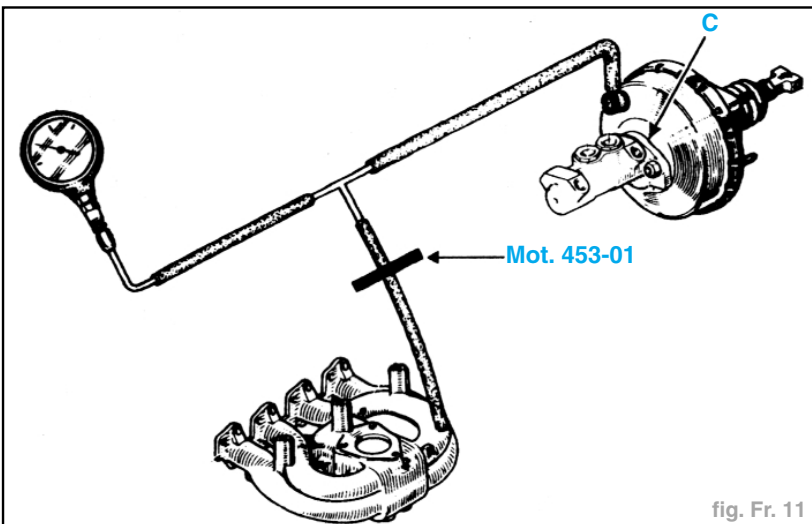

fig. Fr. 11
- Brancher la pompe à dépression entre le servofrein et la source de vide (collecteur d'admission) avec un raccord en "T" et un tuyau le plus court possible (fig. Fr. 11).